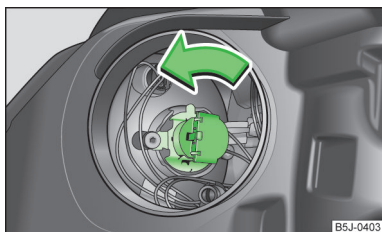

Fig. 157
- ▶ Rotiți conectorul împreună cu becul până la limită, în sensul săgeții » fig. 157 și extrageți-l.